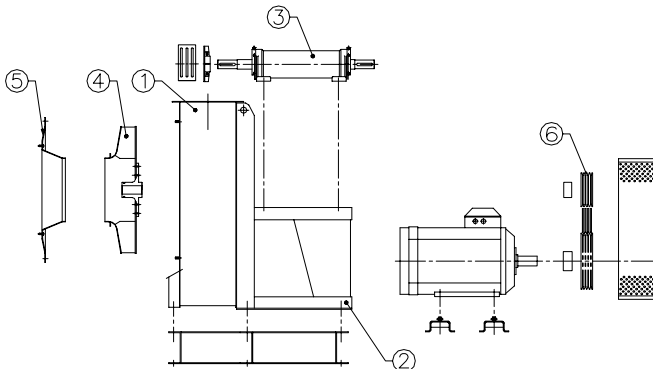

Fig. 4.10 Ensamblaje de ventilador en ejecución 12
PASO 8: Montar las poleas, las correas [6] y llevar a cabo el tensado de las mismas (sólo para ventiladores en ejecución 1, 9 y 12 véase Fig. 4.10 y véase punto 7.3 para el tensado).